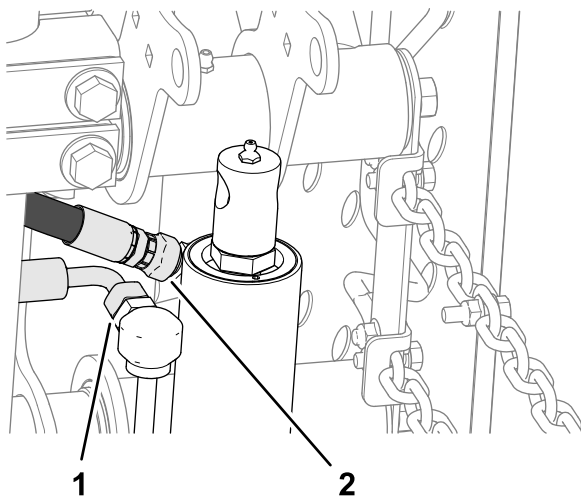

Figura 14
2. No cilindro de elevação, afrouxe o encaixe de conexão giratória da mangueira de retorno e a conexão giratória a 90° da mangueira de elevação (Figura 14).